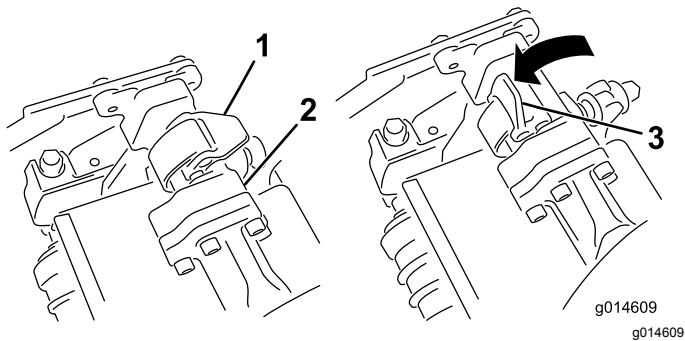
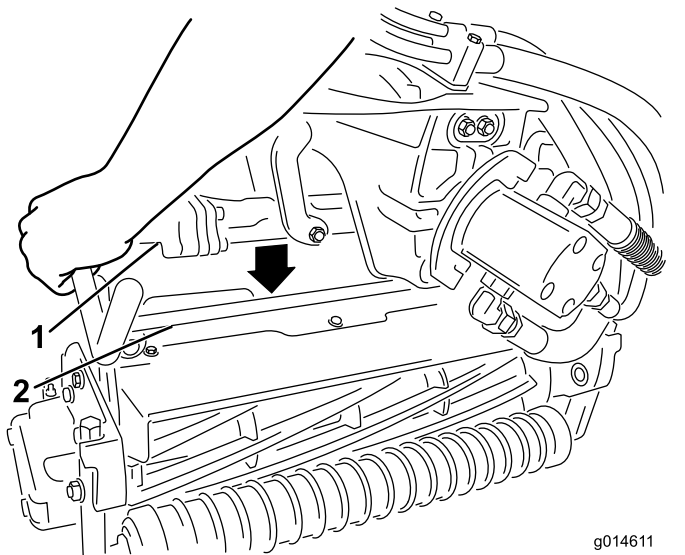

図 45
図 46
3. サスペンションアームのバーについているラッチを上向き開いた状態にして 図 45、サスペンションアームを押し下げて、バーを、カッティングユニットのバーの上に被せるようにする 図 46。
4. ラッチを下げて閉じるとカuttingユニットのバーがロックされてユニットがアームにセットされる図 45。
4. 取り外したいCuttingユニットのサスペンションアームのバーについているラッチを開く(図 45)。